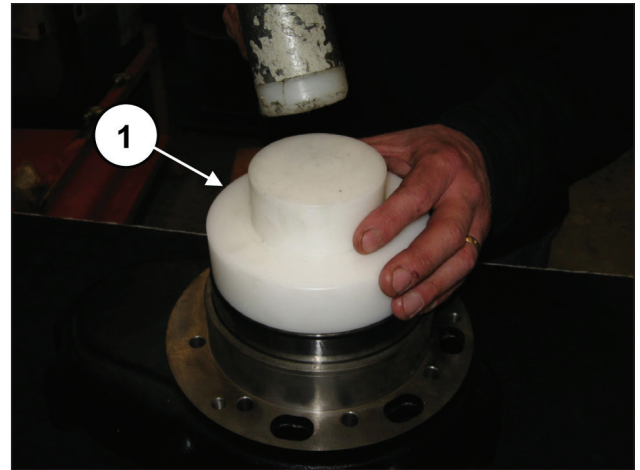
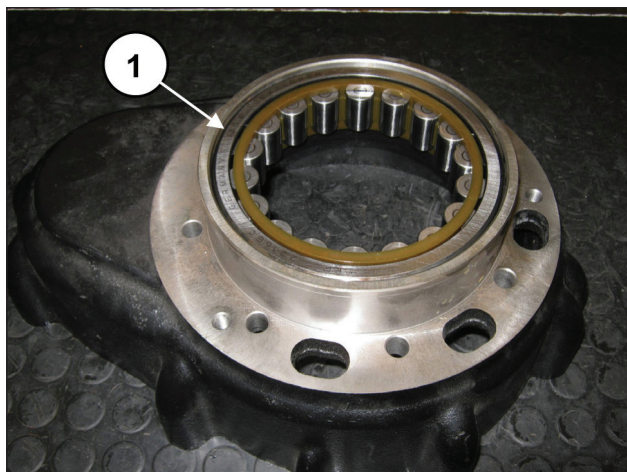

图 55
图 56
在减速齿轮箱的另一侧预装曲轴轴承外环，可使用编号为 27605000 的工具(①, 图 55) · 直至其完全插入到底为止 (①, 图 56)。